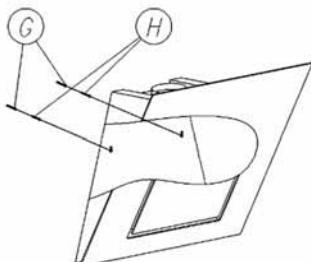

Rys. 4
- Na ścianie za kuchenką należy wyznaczyć sobie minimalną, wymaganą wysokość montażową (450 mm dla kuchenek elektrycznych i 550 mm dla gazowych, Rys. 4).
- Otworzyć osłonę filtra (D) i wyjąć filtr tłuszczowy (ew. węglowy).
- Zamocować urządzenie przy pomocy załączonych kołków (G) i wkrętów (H) na wymaganej wysokości. 5).